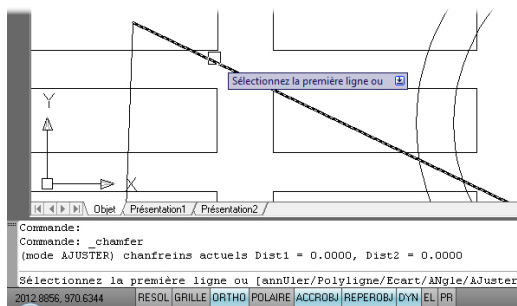

Figure 3.131
1. Activez l'outil Chanfrein et observez les questions que pose AutoCAD (voir Figure 3.131).